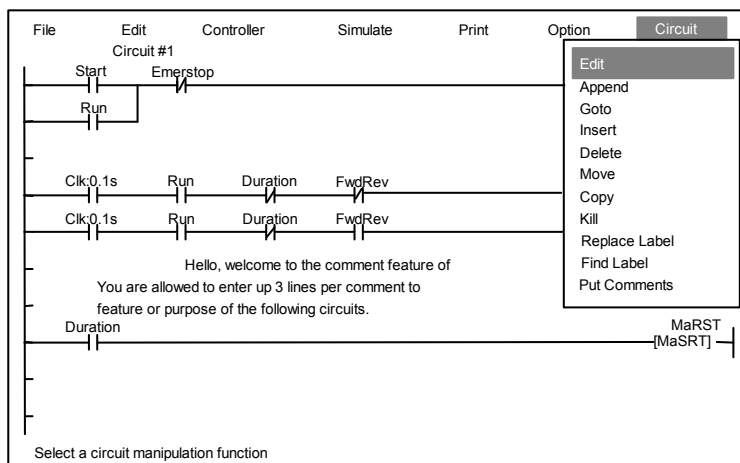

図2.6
15. ここで、ラダーロジックエディター画面の回路編集用のブラウザモード The Browse Mode になると、メインメニューバーの右端に回路編集 [Circuit] メニューが表示されることに気が付かれたことと思います。この回路編集 [Circuit] メニューは唯一このラダーロジックエディター画面の回路編集用のブラウザモード The Browse Mode でのみ選択できるローカルメニューです。<Ins>キーを押すことによってこの回路編集 [Circuit] メニューをオープンできます。図 2.6 のようにオープンしてみましょう。